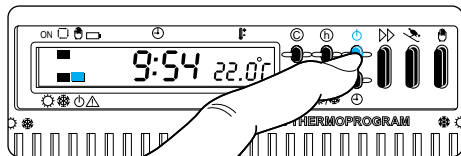

Fig. 35
13.1 - Premere il pulsante 🔌 (fig. 35).